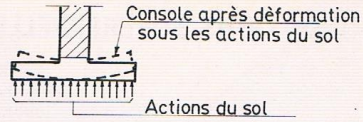

FIG. 11
- résistance à la flexion des consoles (fig. 11).